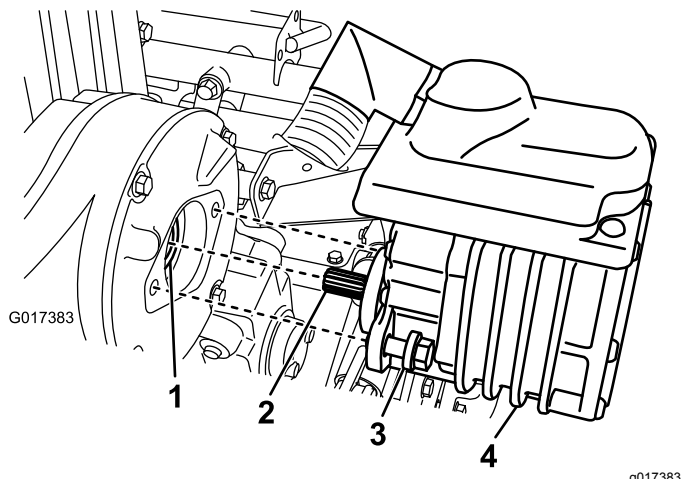

Figura 40
2. Retire os 2 parafusos que fixam o motor à caixa de transmissão (Figura 40).
4. Adicione uma ou duas bombas de massa lubrificante de uma pistola de lubrificação no acoplador fêmea na caixa de transmissão (Figura 40).